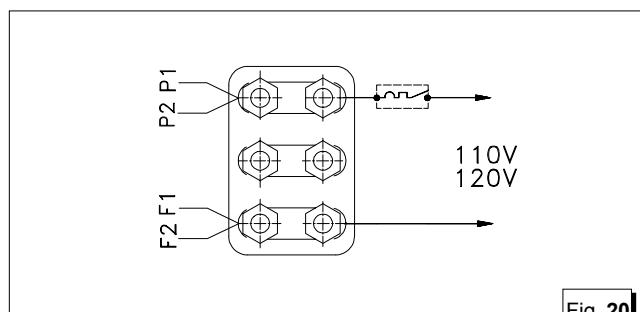

Fig. 20
1 - Collegamento in parallelo : in questa configurazione si ha una unica uscita a 110 (120) V fra i punti P₁ e F₂, collegando le uscite dell'alternatore (P₁,F₁,P₂,F₂) secondo lo schema di fig. 20.
- 1 - Parallel configuration: in this configuration there is a single output at 110(120)V between points P₁ and F₂, connecting the outputs of the alternator (P₁, F₁, P₂, F₂) as shown in the diagram in fig. 20.
- 1 - Liaison en parallèle: dans cette configuration nous avons une seule sortie à 110(120)V entre les points P₁ et F₂, en reliant les sorties de l'alternateur (P₁, F₁, P₂, F₂) selon le schéma de la figure 20.
NB. In questi casi va installato un solo magnetotermico, vedi fig. 20 - 21
N.B: In these cases just one magnetothermic device should be installed, see fig. 20/21.